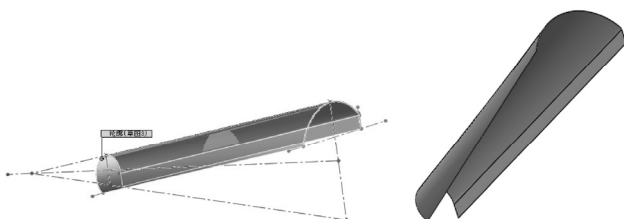

图 6-132 创建“放样折弯”钣金特征
STEP 4 单击“钣金”工具栏中的“放样折弯”按钮，选择 **STEP 2** 和 **STEP 3** 绘制的曲线，设置钣金厚度为 5mm，单击“确定”按钮，创建“放样折弯”钣金件，如图 6-132 所示。